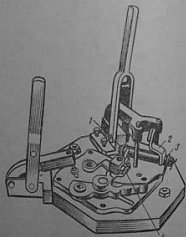

Рис. 76. Установка боковой крышки коробки передач в приспособление
1. Установить механизм в приспособление, показанное на рис. 76. Осторожно